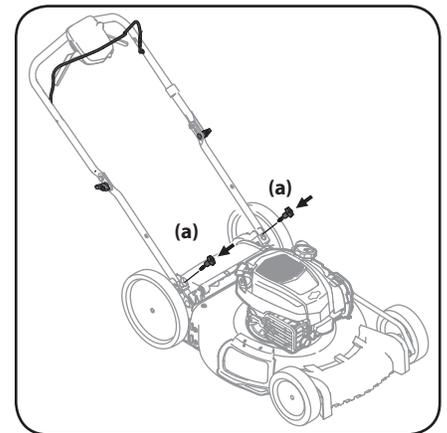

Figure 2-3
6. Installez les boulons en « T » (a) retirés à l'étape 2 pour solidifier le guidon sur les supports de montage. Voir Figure 2-3.